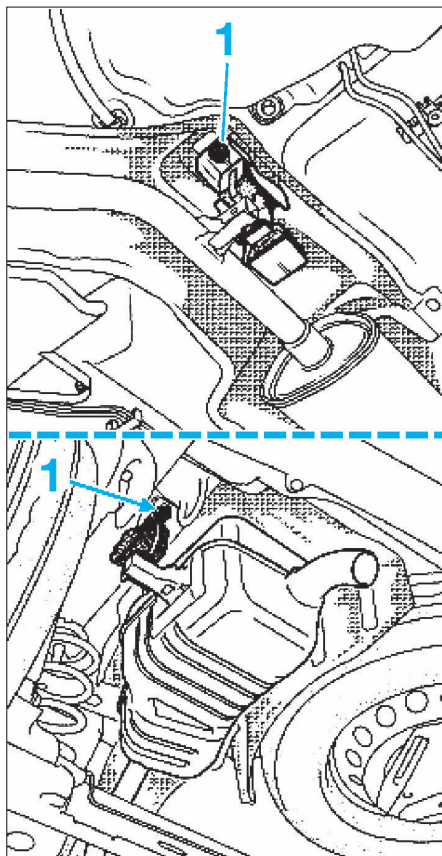

FIG. 11
- les fixations (1) des silentblochs de la ligne d'échappement (Fig.11),